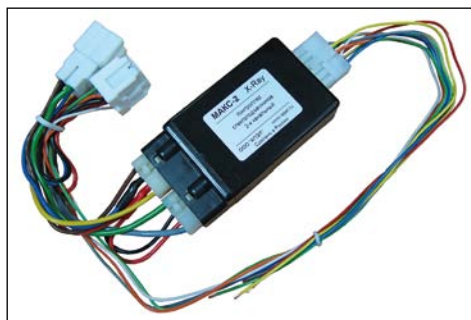

Рисунок 1. Модуль МАКС-2 XRAY на 2 двери
4.1 Модуль (рисунок 1) представляет собой электронное устройство, состоящее из управляющего микроконтроллера и силовых цепей коммутации нагрузки. Микроконтроллер по сигналу от охранной сигнализации или при нажатии кнопок управления стеклоподъёмниками включает и выключает электродвигатели стеклоподъёмников по заданному алгоритму.